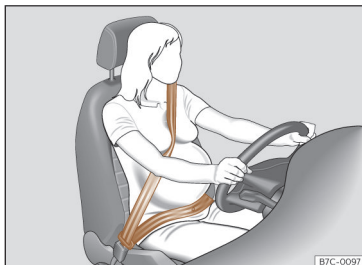

Fig. 22 Colocación de la banda del cinturón en el caso de mujeres embarazadas.
En el caso de **mujeres embarazadas**, el cinturón de seguridad debe pasar de forma uniforme sobre el pecho y lo más bajo posible por la zona pélvica con la banda plana para que no se presione el vientre; además, debe utilizarse durante todo el embarazo >>> **fig. 22.**
- En el caso de mujeres embarazadas, la banda abdominal del cinturón de seguridad debe pasar lo más bajo posible por delante de la zona pélvica, apoyado en plano y "rodeando" el vientre >>> **fig. 22.**